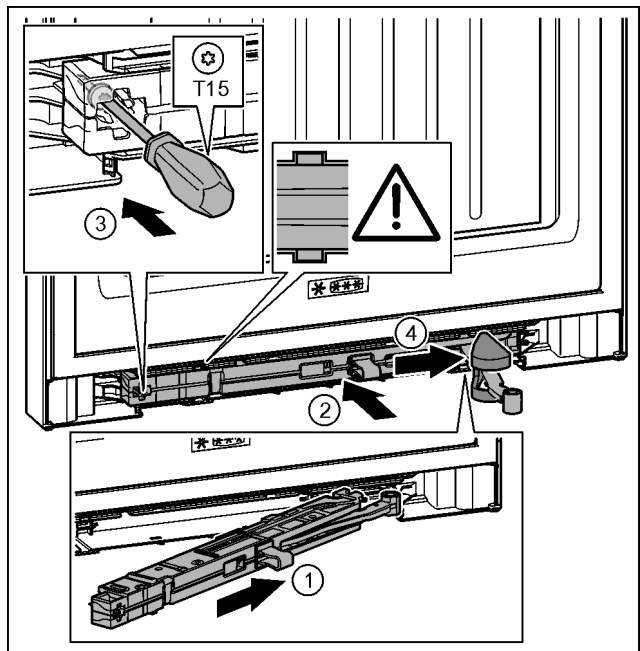

Fig. 39
- ▶ Introduzca la unidad de amortiguador de cierre en el lado del soporte de cojinete en posición inclinada en la escotadura hasta el tope. *Fig. 39 (1)*
- ▶ Desplace por completo la unidad de amortiguador de cierre en la escotadura. *Fig. 39 (2)*
- ▶ Apriete el tornillo con un destornillador T15. *Fig. 39 (3)*
- ▶ Desplace la cubierta sobre la articulación. *Fig. 39 (4)*